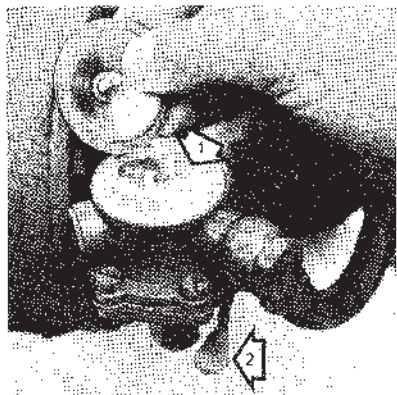

Fig. 21. Pompe d'alimentation
Nettoyez soigneusement l'extérieur de la pompe d'alimentation et enlevez le couvercle. Vous pouvez ensuite accéder à la crépine, voir figure 21. Nettoyez la crépine avec du gasoil et remontez-la avec les axes tournés vers le haut. Contrôlez le joint et serrez le couvercle. Purgez le système d'alimentation (voir point 10).
2. Actionnez la pompe à main (2, figure 21) jusqu'à ce que 0,2 litre environ de carburant s'est échappé par cette vis. Fermez la vis de purge. Si le pompage est insatisfaisant, tournez légèrement le moteur pour modifier la position de la came d'entraînement de la pompe.